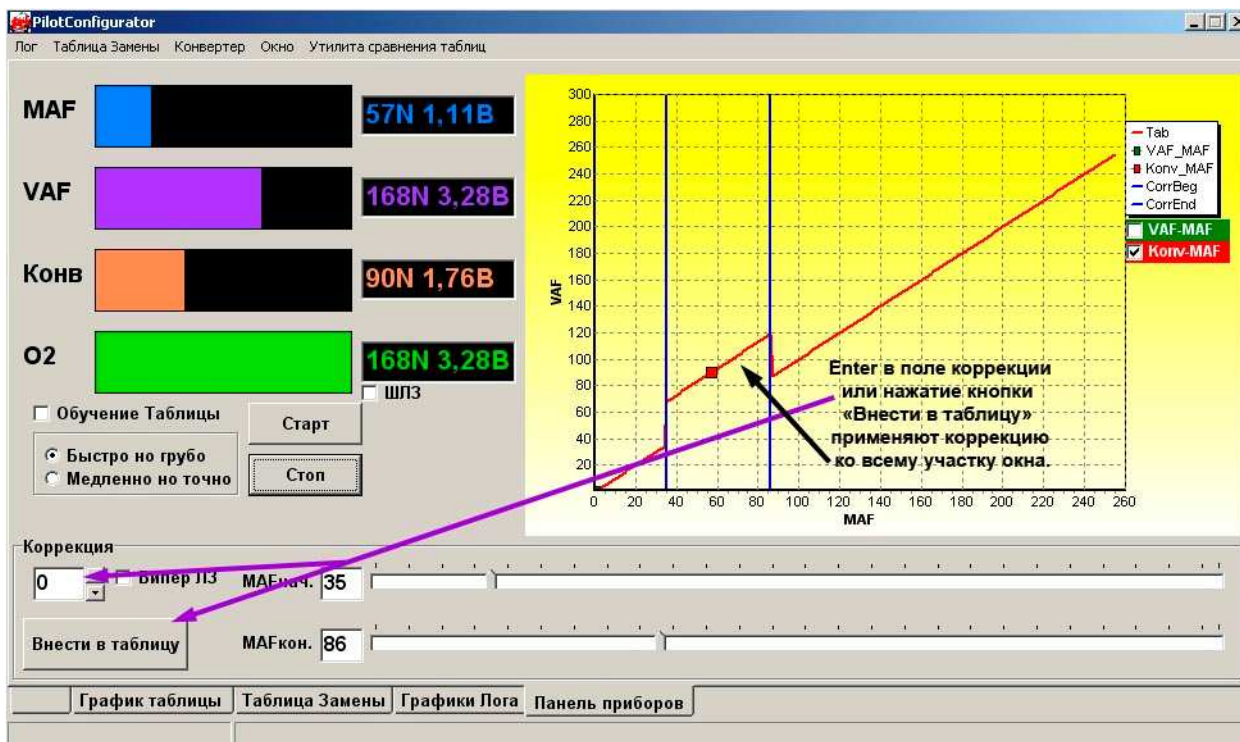

Рис. 29 Значение коррекции добавлено ко всем ячейкам окна, откорректированная таблица загружена в оперативную память конвертера
- После того как вы настроили смесь в пределах окна, нажмите Enter на клавиатуре или на кнопку "Внести в таблицу" в панели приборов. При этом значение коррекции прибавляется ко всем ячейкам таблицы находящимся в окне коррекции. После чего откорректированная таблица подгружается в оперативную память конвертера, а значение коррекции выставляется в 0 (см. Рис. 29).